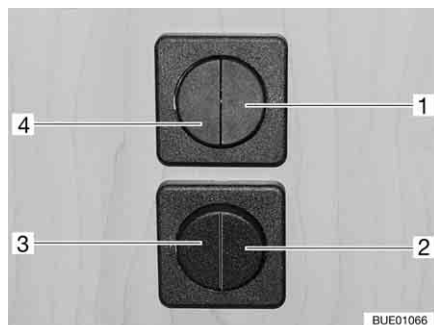

Bild 60 Ljusbrytare
- Belysning sittgrupp (Bild 60,1)
- Belysning ingång (Bild 60,2)
- Belysning förtält (Bild 60,3)
- Belysning bodel (Bild 60,4)